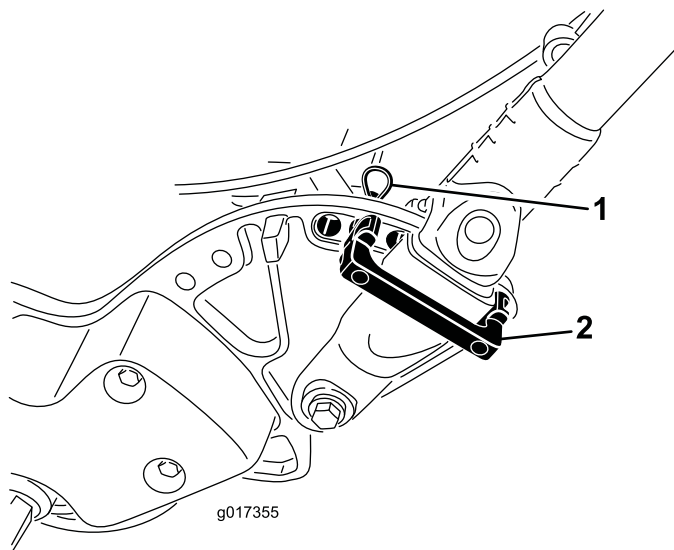

图7
1. 当撑住手柄时、取下将手柄铁夹固定到侧板上的扎带（图7）。
2. 将手柄旋转到需要的操作位置、将手柄卡环插入手柄铁夹及侧板上相对应的孔（图7）。
3. 使用发卡销将手柄铁夹固定到位（图7）。